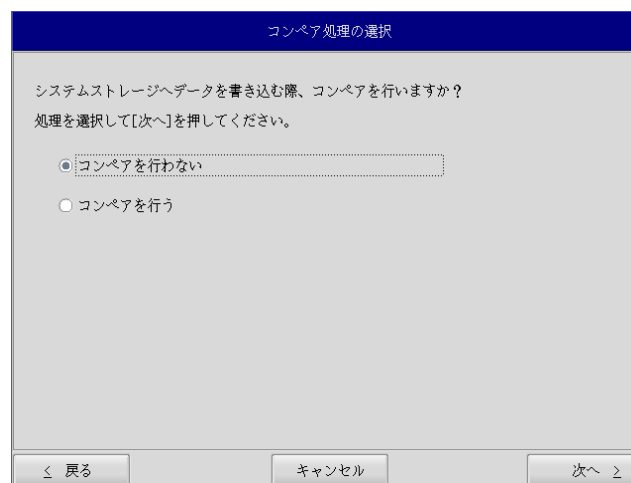

図 5-3-5. コンペア処理選択画面
- ⑩ コンペア処理の選択画面（図 5-3-5）が表示されます。データ書き込み時のコンペア処理の有無を選択します。